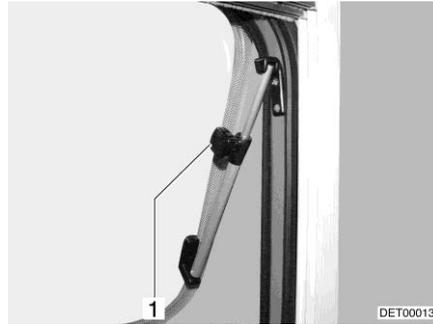

Bild 96 Ausstellfenster mit Dreh-Aussteller
- Ausstellfenster mit Dreh-Aussteller: Das Ausstellfenster bis zur gewünschten Stellung öffnen und mit Rändelknopf (Bild 96,1) feststellen.
- Ausstellfenster mit Dreh-Aussteller: Rändelknopf (Bild 96,1) drehen, bis die Arretierung freigegeben wird.